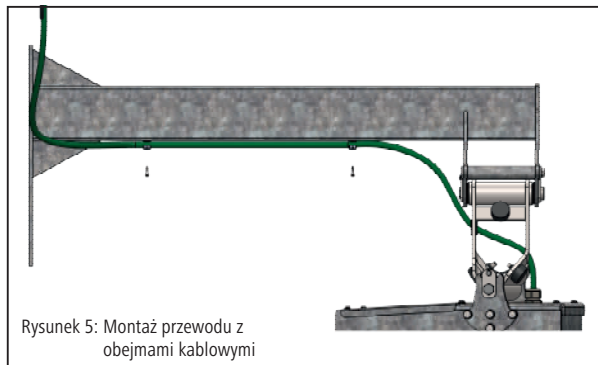

Rysunek 4: Montaż górnej osi przegubu
1. Wymontować górną oś (rys. 4 – poz. 6) z elementu przegubowego.
5. Wsunąć górną oś (rys. 4 – poz. 6) przez łożysko w ramieniu i element przegubowy i zamontować.
6. Przymocować oś śrubą mocującą M14 (rys. 4 – poz. 10).
7. Za pomocą śruby (rys. 4 – poz. 18) i nakrętki samozaciskowej (rys. 4 – poz. 19) zabezpieczyć oś przed przekręcaniem.
8. Za pomocą blachy zabezpieczającej (rys. 4 – poz. 11), śruby (rys. 4 – poz. 11), podkładki (rys. 4 – poz. 12) i nakrętki samozaciskowej (rys. 4 – poz. 13) zabezpieczyć śrubę mocującą M14 przed odkręceniem. Zamocować przewód silnika na ramieniu za pomocą obejm i śrub samogwintujących (rys. 5).